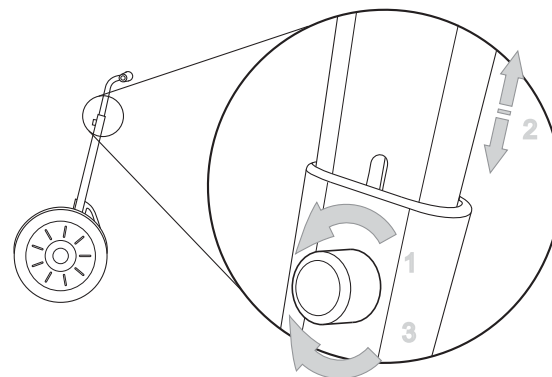

Ilustración 9: ajuste de la altura del manillar
1. Retire el pomo de ajuste de altura (consulte la **ilustración 9**, p. 21), girándolo en el sentido contrario a las agujas del reloj.